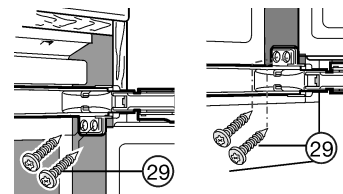

Fig. 18
- ▶ sur les deux portes, visser les vis pour panneaux d'agglomérés Fig. 18 (29) respectivement en haut et en bas au travers des pattes de charnière.